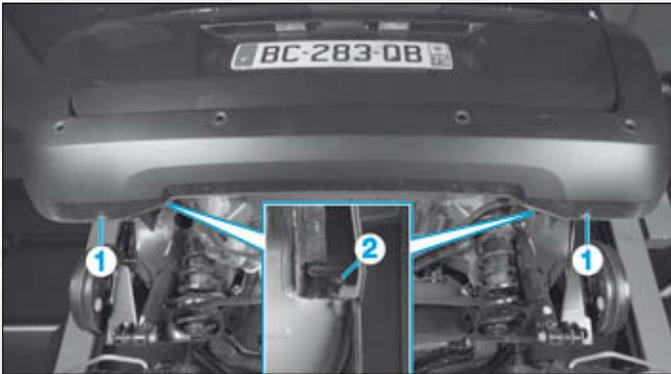

FIG.88
- les vis inférieures (1) (Fig.88).
- les vis latérales inférieures (2),